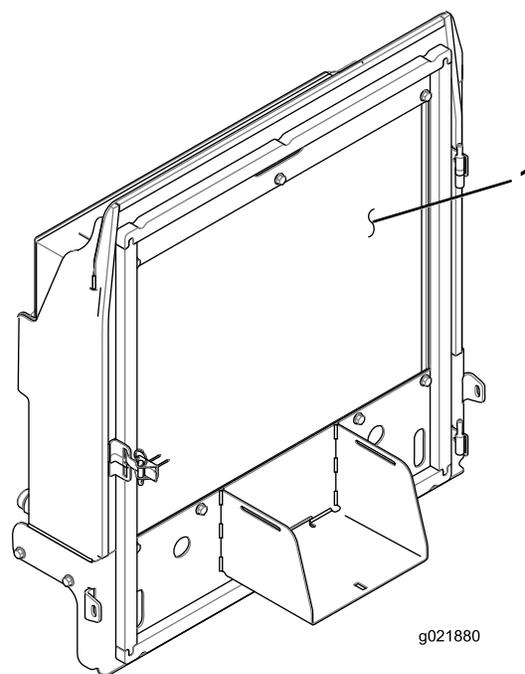

Figura 96
4. Limpie a fondo ambos lados del radiador/del enfriador de aceite con aire comprimido (Figura 96).